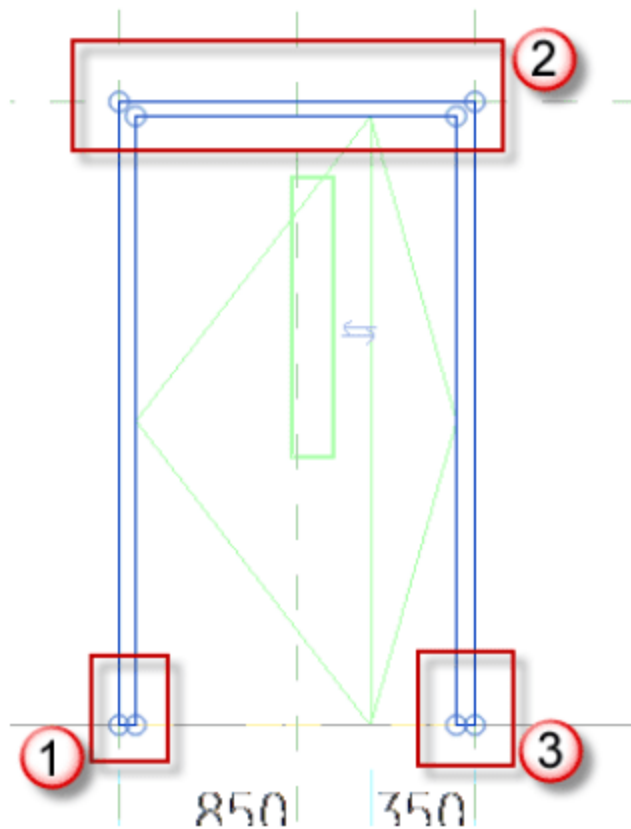

图 6.1.88 绘制门框
(9) 绘制门框。选择“创建”→“拉伸”命令,进入“修改 | 编辑拉伸”界面,用菜单中的绘制工具绘制门框,绘制完成后,单击√按钮,完成绘制,如图 6.1.88 所示。